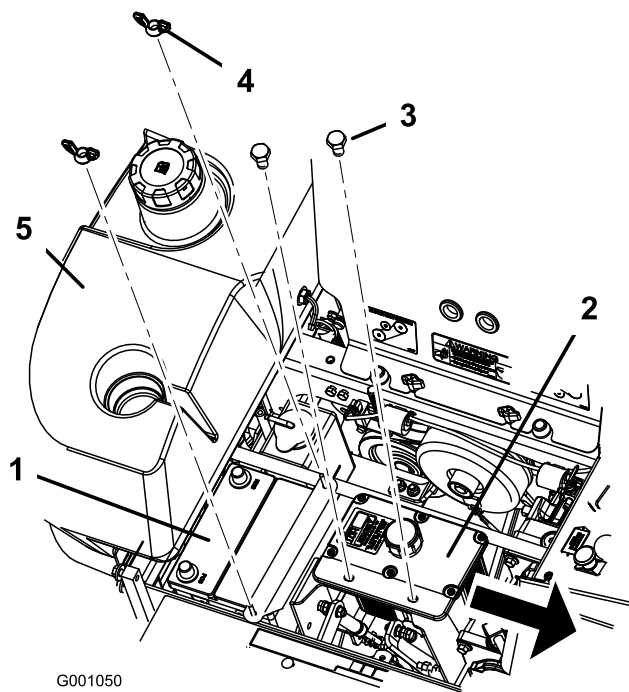

Figure 53
6. Retirez les deux écrous papillons (1/4") qui fixent la barrette de maintien de la batterie (Figure 53).
7. Retirez les deux boulons de fixation du réservoir hydraulique (Figure 53).
1. Placez la batterie dans son support en tournant les bornes à l'opposé du réservoir hydraulique (Figure 53).
6. Fixez la batterie en position avec des boulons en J, une barrette de maintien et 2 rondelles (1/4 po), ainsi que 2 écrous papillons (1/4 po) (Figure 53).